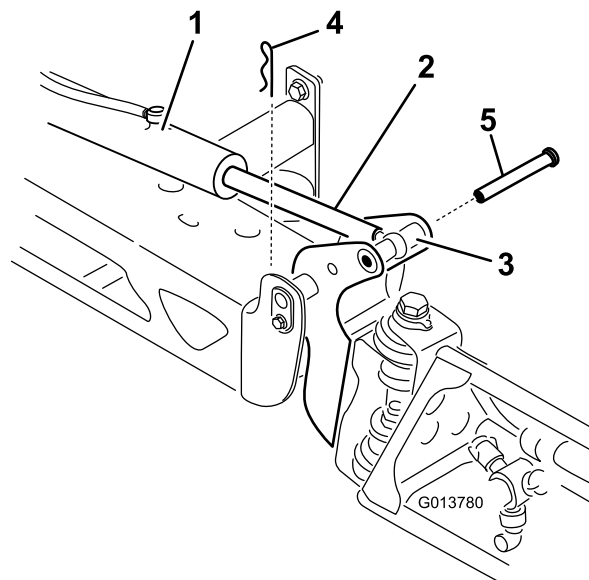

Рисунок 47
2. Извлеките шплинт из оси поворота (Рисунок 47).
3. Поднимите стрелу и снимите штифт (Рисунок 47). Медленно опустите стрелу на землю.
7. Удерживая стрелу, проденьте штифт сквозь ось поворота стрелы и шток привода (Рисунок 47).